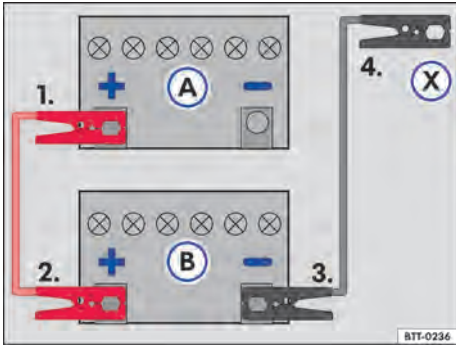

Fig. 192 Esquema para a conexão dos cabos auxiliares de partida: bateria do veículo descarregado (A) e bateria do veículo fornecedora de corrente (B).
Legenda para → Fig. 192:
Conectar o cabo auxiliar de partida somente na sequência 1 – 2 – 3 – 4 → Fig. 192.
- Conectar uma extremidade do cabo auxiliar de partida *vermelho* ao polo positivo (+) do veículo com a bateria do veículo descarregado → Fig. 192 (A) → ⚠️.
- Conectar a outra extremidade do cabo auxiliar de partida *vermelho* ao polo positivo (+) do veículo fornecedor de corrente (B).
- Conectar uma extremidade do cabo auxiliar de partida *preto* ao polo negativo da bateria do veículo fornecedor de corrente (B).
- Conectar a outra extremidade do cabo auxiliar de partida *preto* (X) no veículo com a bateria descarregada no ponto de auxílio à partida (ponto de aterramento) ou em uma peça de metal maciça parafusada firmemente no bloco do motor - porém não nas proximidades da bateria (A) → ⚠️.